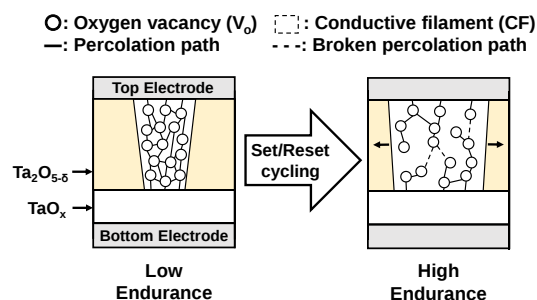

Fig. 2 Illustration of LRS error caused by CF expansion
ReRAM は、集中的に書き換えられたセルに対して再び Set/Reset の書き換え動作を行うと、特に Set 時に LRS のエラーを起こしやすくなる[4]。この現象は、Set/Reset 時に抵抗変化層内で発生するジュール熱が導電性フィラメント (CF) の直径を横方向に拡大させ、 V_O 同士の距離が広がることによって起こる。これに伴い、 V_O を結ぶパーコレーションパスが切断されやすくなり、電流経路が制限されて閾値以上の電流を流すことができなくなる。これが LRS エラーを引き起こす[6]。Fig. 2 に、フィラメント径拡大により LRS 電流値が減少する様子を示す。